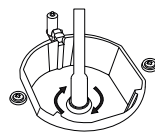

Figura 3
4. Remover o injetor rodando conforme mostrado na figura 3 com a chave de fendas e substituí-lo por outro novo.